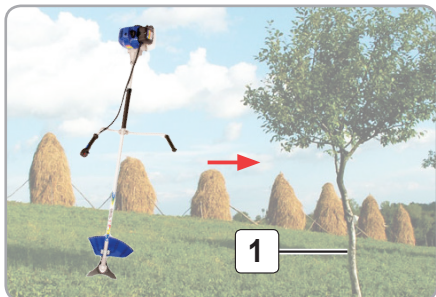

Fig.13
- Înainte să începeți să cosiți fixați-vă un punct de reper (1) orientativ către care urmează să vă deplasați. Cosirea se poate face prin orientarea mânerelor consecutiv către dreapta sau stânga în funcție de modul propriu de cosit (fig.13).